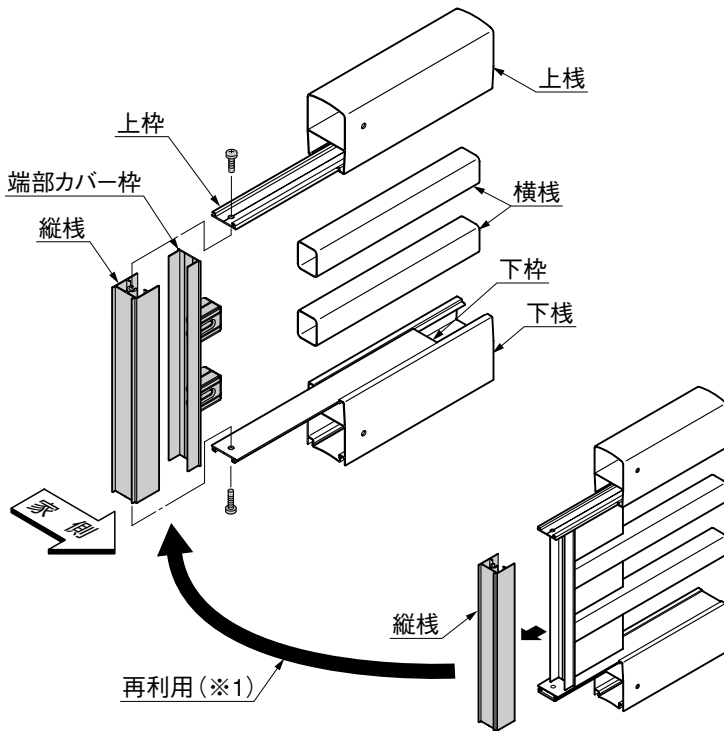

図3-5 切詰めた余りの本体
- ③ 切詰めた余りの本体から、縦棧を外してください。(図3-5参照)